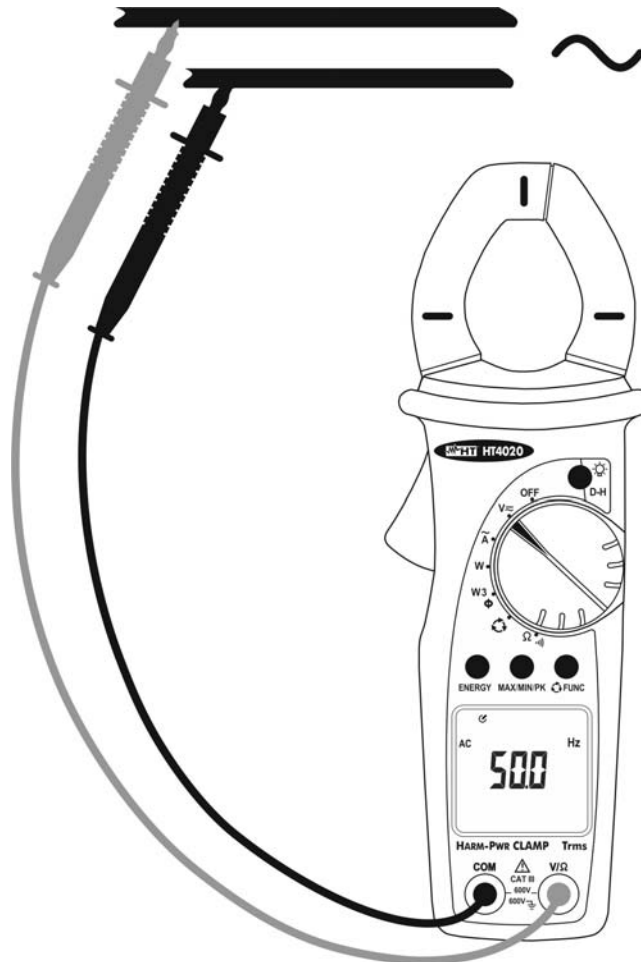

Fig. 5: Uso dello strumento per misura di frequenza tensione AC
4. Posizionare i puntali nei punti desiderati del circuito in esame (vedere Fig. 5). Il valore di frequenza della tensione AC in ingresso viene visualizzato a display